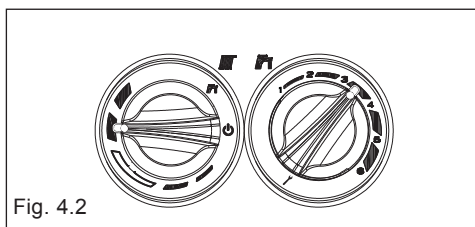

Fig. 4.2
**Inverno:** ruotando il selettore di funzione (fig. 4.2) all'interno della zona divisa in segmenti, la caldaia fornisce acqua calda sanitaria e riscaldamento.
Per regolare la temperatura dell'acqua di riscaldamento, ruotare la manopola con il simbolo "■" (fig. 4.2) all'interno della zona divisa in segmenti.